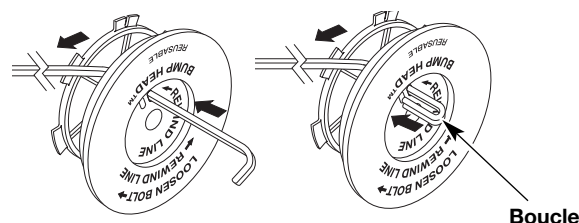

Fig. 37
- Découpez environ 3 m (10 pi) de fil neuf. Insérez une extrémité de fil dans l'un des deux trous du moulinet intérieur (Fig. 37). Tirez le fil jusqu'à ne laisser que 10 cm (4 po) environ.
- Insérez l'extrémité du fil dans le trou ouvert du moulinet et tirez sur le fil pour que la boucle soit le plus petit possible (Fig. 37).